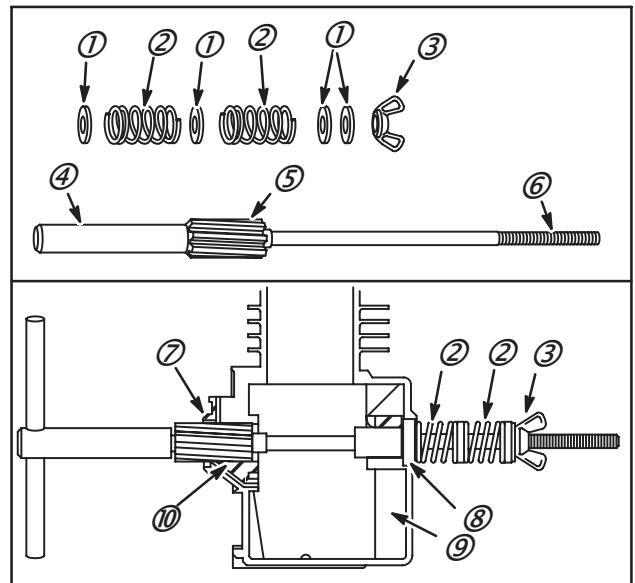

Fig. 6
Les outils classiques sont : rondelles plates (1), gros ressorts de soupape (2), écrou papillon (3), porte-outils Réf. : **19066** (4), alésoir (5), extension filetée (6, en option), guide d'alésoir (7), guide de bague (8), Fig. 6.
3. Placer le guide de bague (8) dans le palier opposé au palier à réparer (10). Le guide du palier volant doit être à l'intérieur du cylindre.
Si l'outil est modifié, placer le guide de bague (8) à l'extérieur du carter, Fig. 6.
4. Fixer les rondelles plates (1), les gros ressorts de soupape (2), l'alésoir (5) et l'écrou papillon (3) sur le porte-outils.